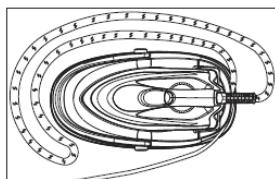
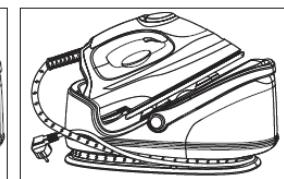

Fig.11
Fig.14
3. Plaats het strijkijzer op de basis unit, wikel het kabel met de klok mee rond de kabel opslag. Bevestig het kabel en netsnoer aan elkaar, en draai deze rond de kabel opslag. (Fig.11-Fig.14)